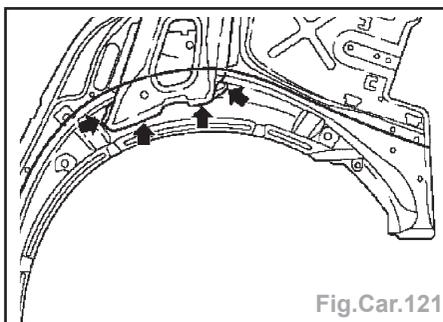

Fig.Car.121
- Le renfort du panneau latéral intérieur doit être percé par l'extérieur (Fig.Car.121).